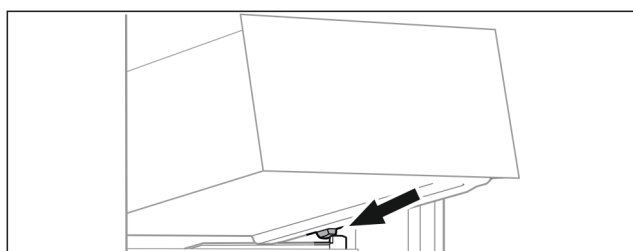

Fig. 76
- Sätt utdragslåda i vinkel på behållarens galler bakom de bakre stoppklackarna. (se Fig. 76)